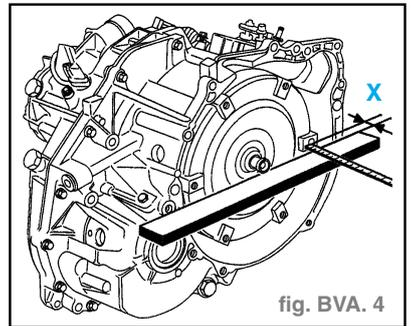

fig. BVA. 4
- Important** : • Contrôler que le convertisseur soit bien emboîté à la T.A. à l'aide d'une règle surfacée et un réglet, vérifier que la distance (X) entre le talon et la règle doit être de **14 mm** environ et que les surfaces de contact soient propres. (fig. BVA. 4)